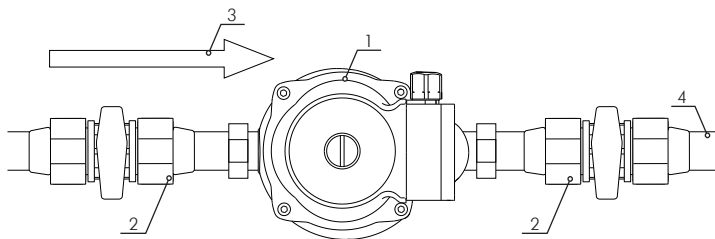

Рисунок 8
- Рекомендуется установить запорные шаровые краны до и после насоса. При возможной замене это предотвратит слив воды из системы (рисунок 8).